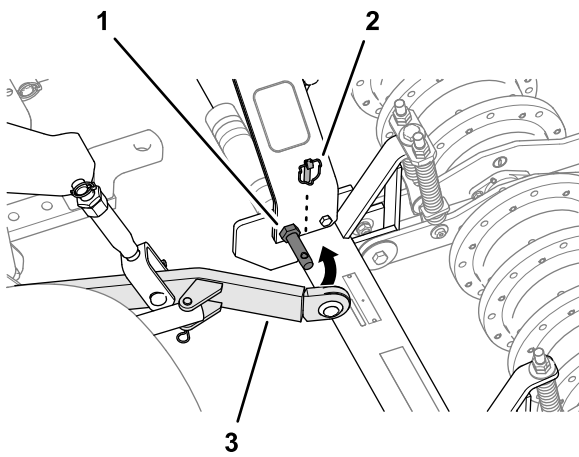

Figura 17
4. Posizionate l'arieggiatore in modo che i bracci degli attacchi inferiori del trattorino siano allineati ai perni dei bracci di sollevamento dell'arieggiatore (Figura 17).
5. Montate i bracci degli attacchi inferiori sui perni dei bracci di sollevamento e fissate i bracci con gli acciarini (Figura 17).